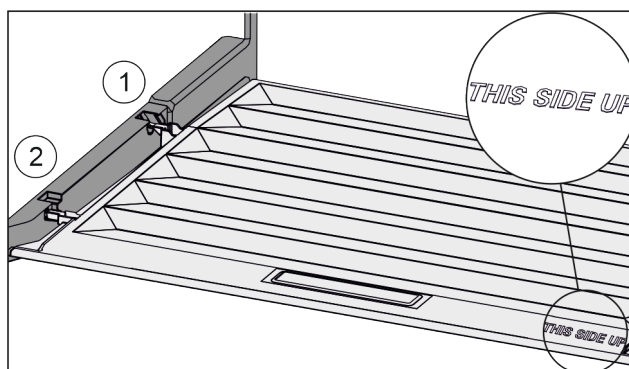

Fig. 43
- ▶ Inserire le nervature del coperchio attraverso l'apertura del supporto posteriore Fig. 43 (1) e innestare anteriormente nel supporto Fig. 43 (2).